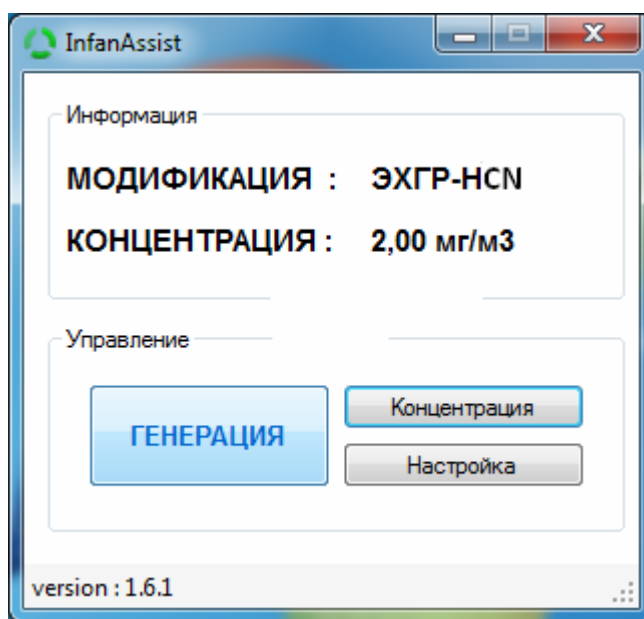
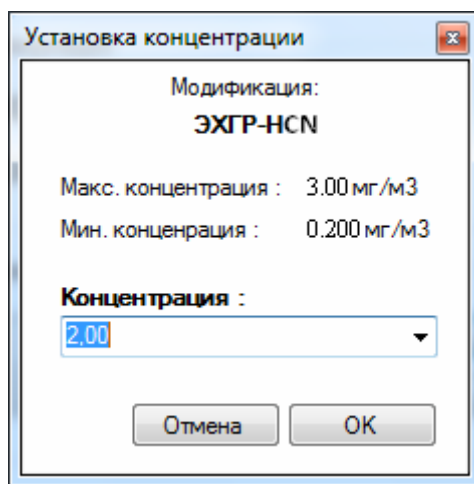
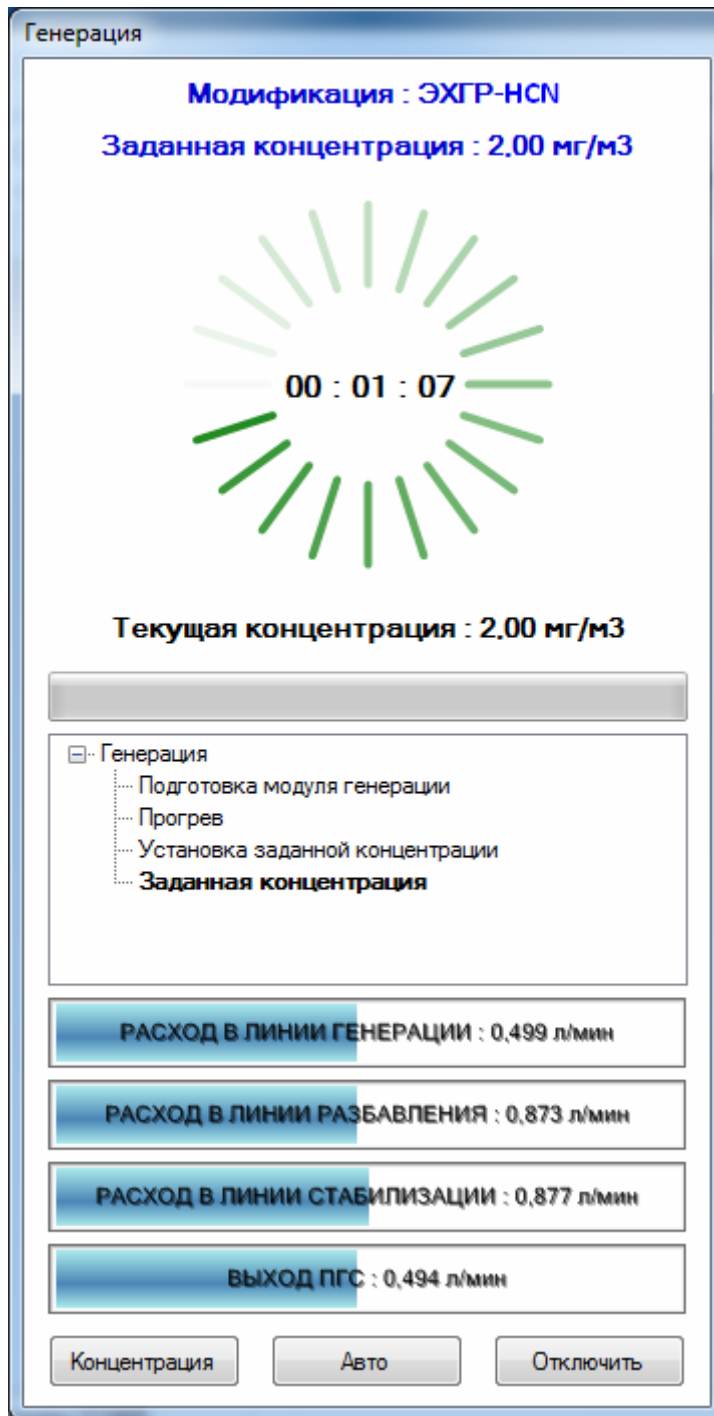
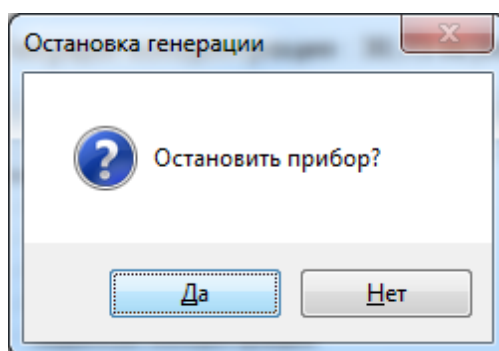

Рисунок 3 Главное окно программы
Рисунок 5 Установка концентрации
Рисунок 8 Окно режима генерации
Рисунок 13 Диалоговое окно остановки генератора
2.4.2 Запустить программу управления генератором. Для запуска программы необходимо запустить иконку на рабочем столе Windows «InfanAssist HCN», либо иконку в главном меню Windows «Пуск → Программы → InformAnalytica → ИНФАН → InfanAssist HCN». После запуска «Infan Assist» на экране монитора появится главное меню управления программой. Главное меню программы представлено на рис. 3.
Для запуска прибора необходимо указать концентрацию цианистого водорода для генерации, вызвав окно выбора концентрации нажатием кнопки «Концентрация» в главном окне программы (см. рис. 3). Окно выбора концентрации представлено на рис. 5.
2.4.7.1 Окно режима генерации программы предназначено для отображения текущего состояния, концентрации и непосредственного управления генератором (рис. 8).
Изменение заданной концентрации осуществляется нажатием кнопки «Концентрация» в нижней части окна режима генерации (см. рис. 8) и соответствует порядку действий в п.2.2. После подтверждения изменения концентрации (см. рис. 5) :
Окно настройки автоматического режима вызывается нажатием кнопки «Авто» в окне режима генерации (см. рис. 8). Окно настройки автоматического режима разделено на три группы: «Шаги автопереключения», «Алгоритм автопереключения», «Цикл автопереключения» (рис. 9).
Программа перейдет в режим управления автогенерацией. Далее откроется окно режима генерации (см. рис. 8), в котором список заданий прибора будет заполнен в соответствии с установленным алгоритмом автопереключения. Шаги автогенерации будут выполняться автоматически.
Остановка генерации осуществляется нажатием кнопки «Отключить» в окне режима генерации (см. рис. 8) — в появившемся диалоговом окне с вопросом «Остановить прибор?» (рис. 13) об отключении прибора нажмите кнопку «Да» для остановки генератора, либо нажмите кнопку «Нет» для отключения только программы.